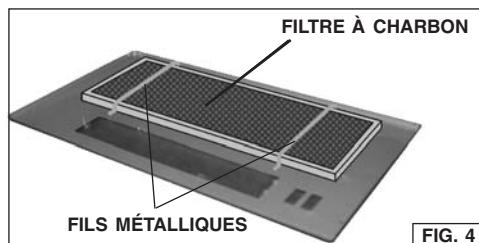

FIG. 4
- Installer le filtre à charbon par-dessus le filtre à graisses et le tenir en place au moyen de fils métalliques fournis avec le filtre à charbon (Fig. 4).
2. Enlever les fils métalliques (Fig. 4) et remplacer le filtre à charbon.